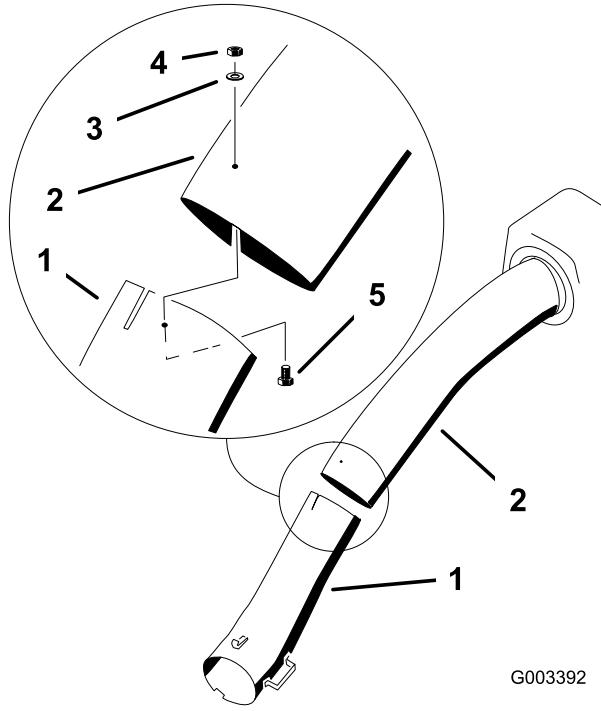

Figure 45
11. Réunissez les tubes supérieur et inférieur avec 3 boulons (nº 10 x 3/4 po), 3 rondelles plates (7/32 po) et 3 contre-écrous (nº 10), comme montré à la Figure 45.